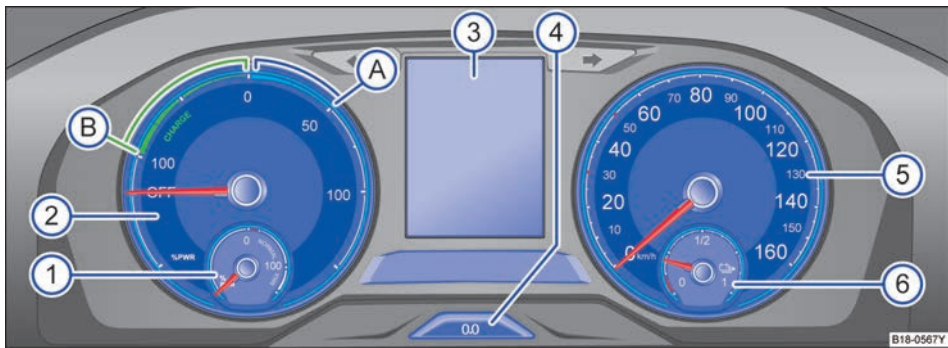

图 10 仪表概览
关于仪表的解释 ⇒ 图 10:
在行驶期间，组合仪表上会显示当前行驶功率 ⇒ 图 10。
视汽车装备而定，在显示屏⇒图 10 ③中可以显示不同的信息：
- 按压按钮⇒图 10 ④ 可将短距离行驶里程表清零。